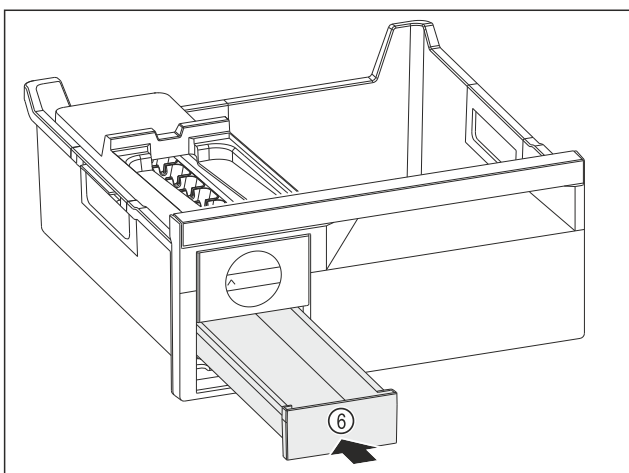

Fig. 84
- ▶ Zásuvku na kostky ledu Fig. 84 (6) zasuňte.